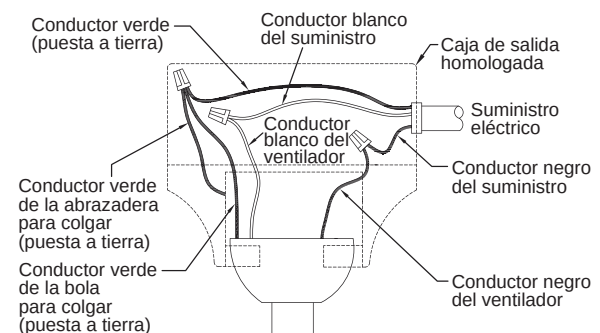

Figura 13
- ☐ 2. Una vez realizadas las conexiones, gire los conductores hacia arriba y, con cuidado, colóquelos dentro de la caja de salida; con los conductores blancos y verdes hacia un lado y los conductores negros hacia el otro. Los cables deben separarse, el conductor con conexión a tierra y el conductor con conexión a tierra del equipo hacia un lado de la caja de salida, y el conductor sin conexión a tierra hacia el otro. (Figura. 13)